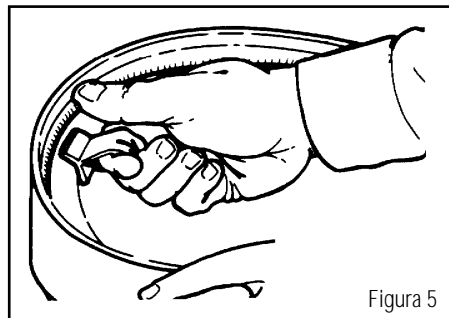

Figura 5
3. Dé vuelta el casco. Para sacar la cubierta interna del casco, use el dedo índice en el bucle en la parte de atrás de la cubierta interna. Apriete el dedo pulgar en contra del borde del casco y tire el bucle hacia el frente del casco, luego tire hacia arriba y lejos del casco. (Figura 5) Esto libera la cubierta interna.